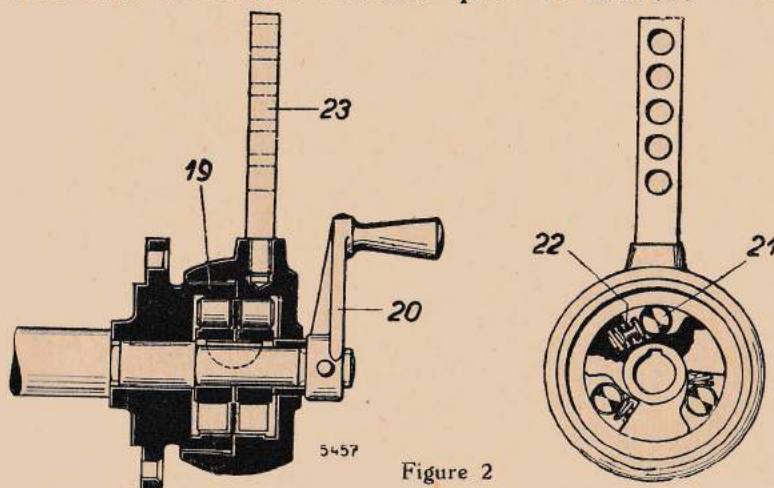

Figure 2
Le piston de refoulement (9) aspire l'huile de la cuvette c et la refoule par le raccord (11) au point à graisser. Deux à deux les pistons de refoulement placés l'un à côté de l'autre se commandent mutuellement. La vitesse de la pompe mesurée à l'arbre de la pompe (10) doit être de 5 à 12 tours par minute. La quantité maxima d'huile refoulée par le piston d'aspiration est de $0,3 \text{ cm}^3$ à chaque course. La pompe est actionnée par un mécanisme de commande à rouleaux (fig. 2).